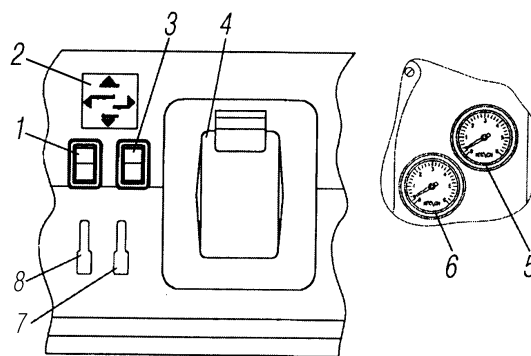

Рис. 56. Управление накачкой шин с **электромагнитными клапанами**:
- накачка шин и выпуск воздуха из шин (см. табличку 2 на рис. 56);
Управление осуществляется с помощью клавиш 1 и 3 (см.рис. 56) из кабины водителя.